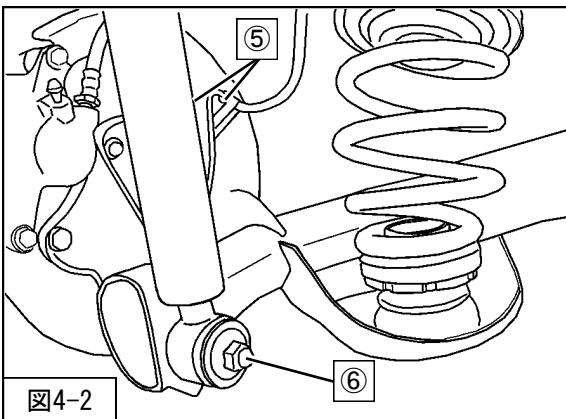

図4-2
4. アクスルビームをジャッキで下から支えながら、リアダンパーASSY (同梱品) ゴムシート (純正部品) リアスプリング (同梱品) ライドライトアジャスターASSY (同梱品) を車両に取付けてください。(図4-2)
を取付けてください。(図4-2)